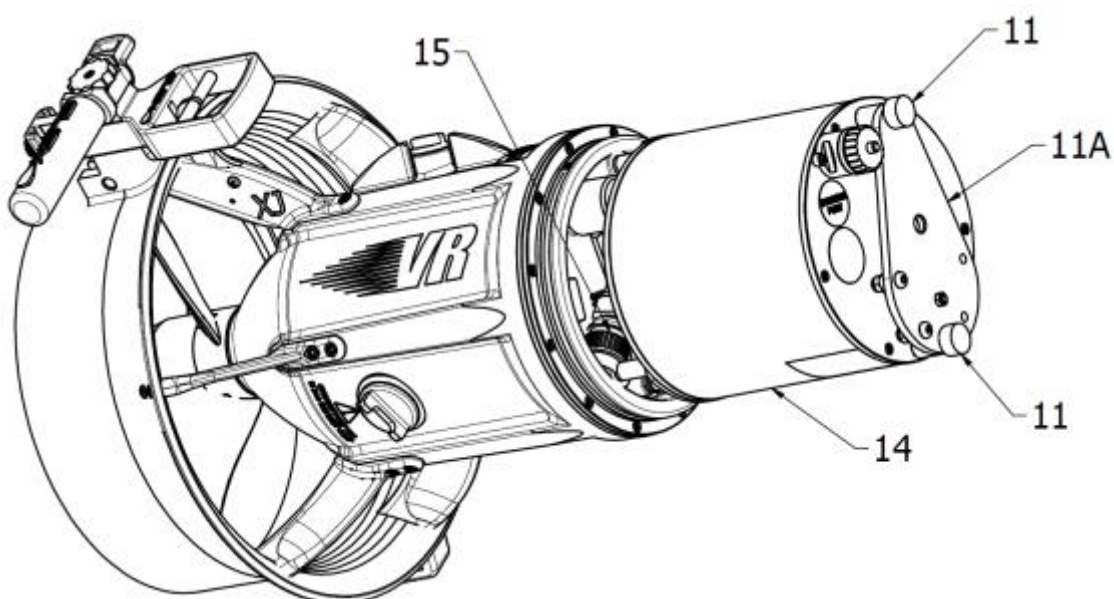
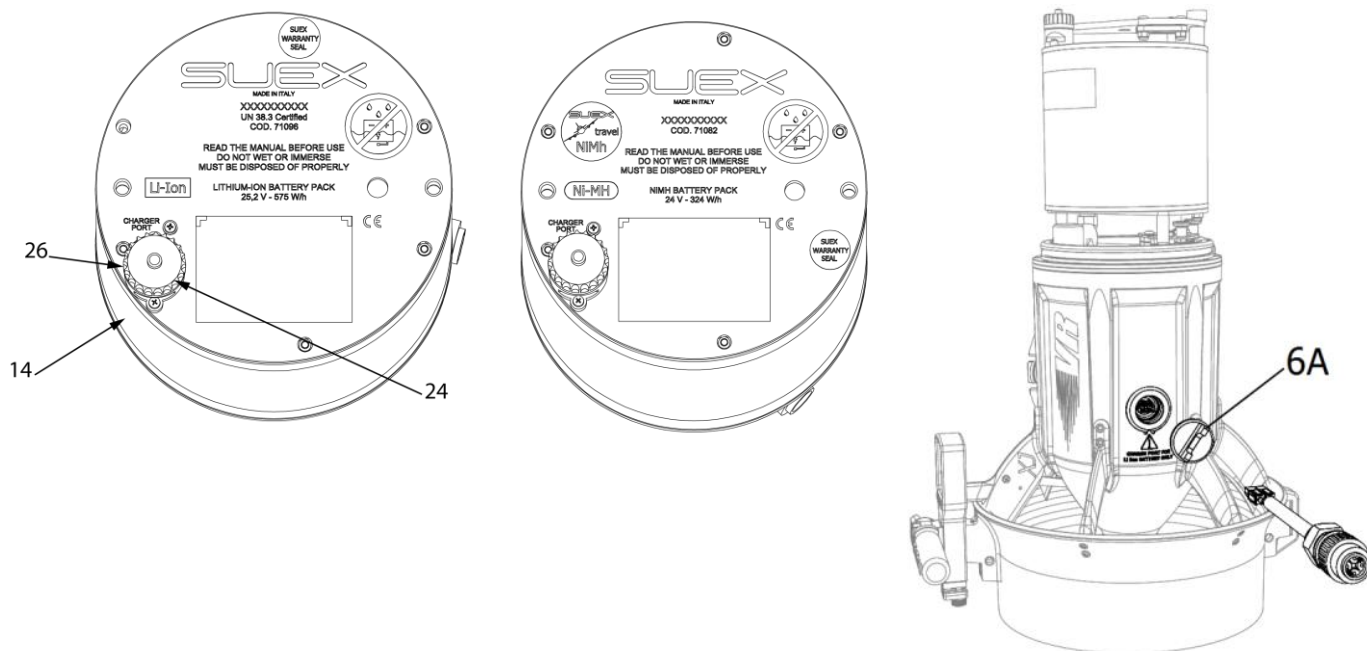

Fig.3 - Estrazione della batteria
Fig.4 - Ricarica della batteria
La batteria va ricaricata **SOLO** tramite il CONNETTORE (26 - Fig.4), VIETATO ricaricare la batteria quando è collegata al motore: si rischiano **DANNI GRAVISSIMI** o MORTE.
Per ricaricare la batteria (14), estrarla dallo Scooter (Fig.3), metterla in un luogo sicuro lontano da persone ed oggetti infiammabili, svitare il tappo del connettore di ricarica (24 - Fig.4), collegare la presa di alimentazione del caricabatteria alla rete e collegare il connettore di ricarica (26) al caricabatteria (si veda Manuale d'uso del caricabatteria). A fine carica scollegare il caricabatteria e riavvitare il tappo (24) del connettore (26). Inserire la batteria nello Scooter solo nel caso si intendesse usarlo.